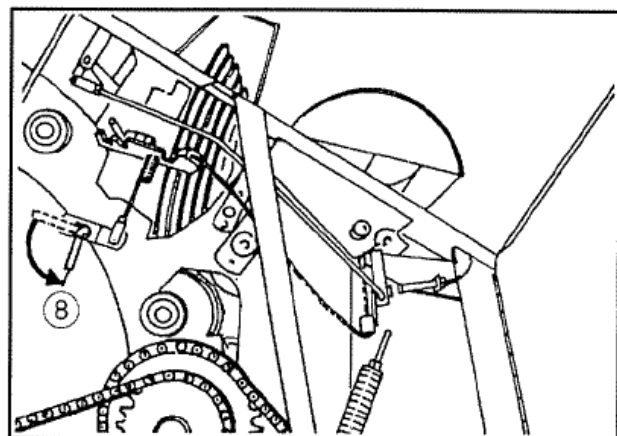

Рис. 38.
Для переключения на обматывание шпагатом, необходимо вручную переставить рычаг (8) (рис. 38)